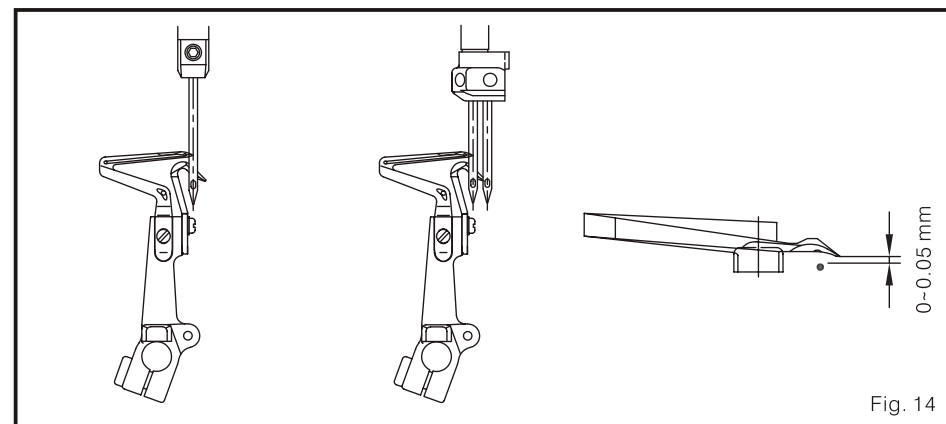

Fig. 14
(2) quando o bucleador inferior se move diretamente à linha meia da agulha (usa a agulha esquerda como padrão nos modelos de agulha dobro), a distância entre eles deve ser de 0-0.5 mm. (Fig. 14)